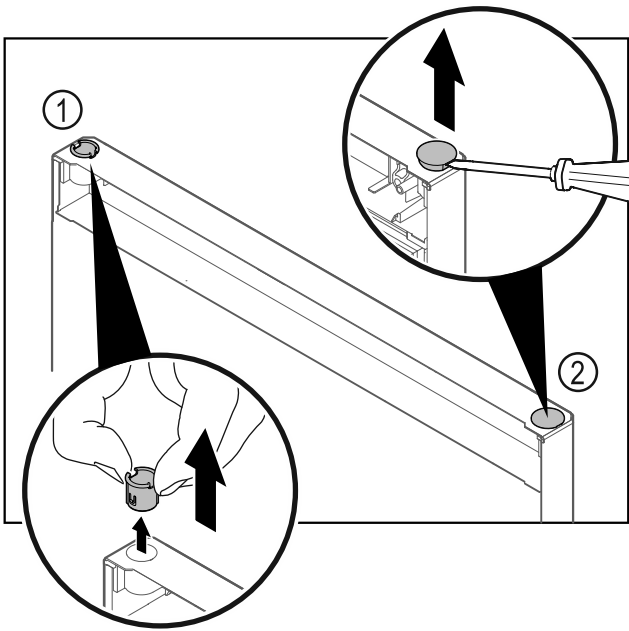

Fig. 25
- ▶ Витягніть шарнірну втулку Fig. 25 (1) пальцями.
- ▶ За допомогою шліцевої викрутки обережно підніміть заглишку Fig. 25 (2) та витягніть її.